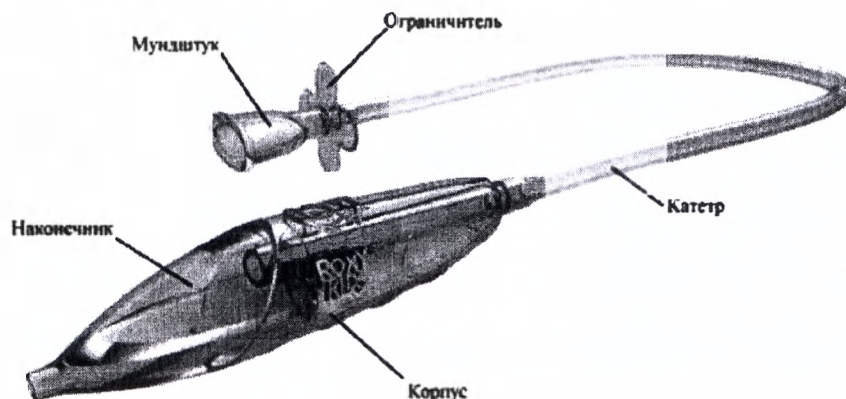

Рисунок 2 – Составные части аспиратора
- отсоединить наконечник (рисунок 2) от корпуса;